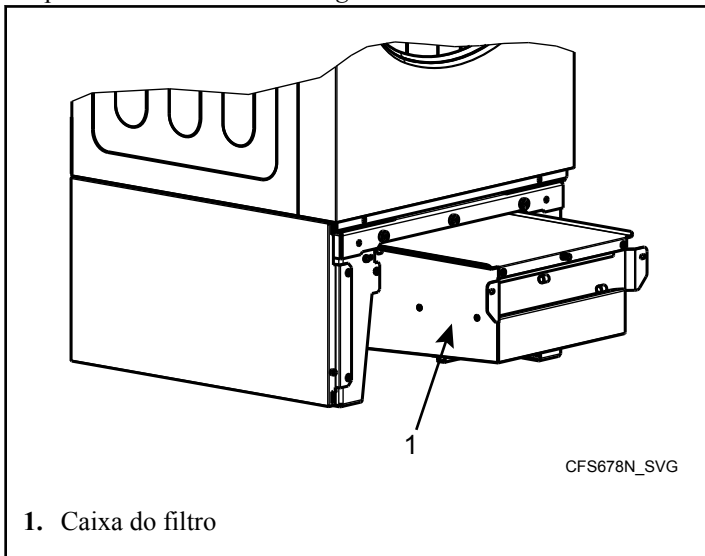

Figura 60
5. Empurre cuidadosamente a caixa para a frente junto à linha para removê-la. Consulte *Figura 60*.